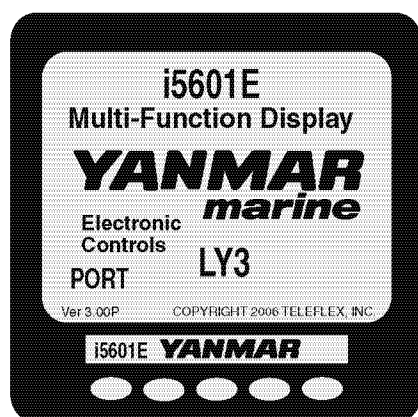

Figura 2
4. Ligue o interruptor da bateria e o ecrã de arranque/versão (**Figura 2**) aparece no visor. Em seguida, o ecrã muda para o modo de apresentação dos dados do motor.